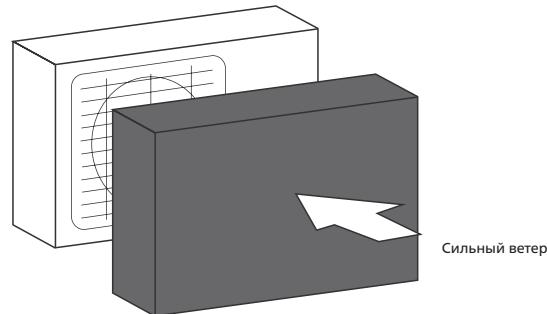

Рис. 5.2
- Если в месте установки бывают сильные ветры (например, на морском побережье), устанавливайте устройство на стене с подветренной стороны. При необходимости используйте защитный экран (рис. 5.2)